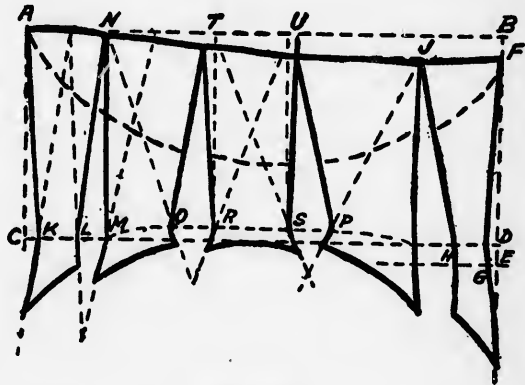

Fig. 145
*Tracé des contours, fig. 145.—Dos.—*Joignez L à N par une oblique très légèrement inféchiée vers la gauche